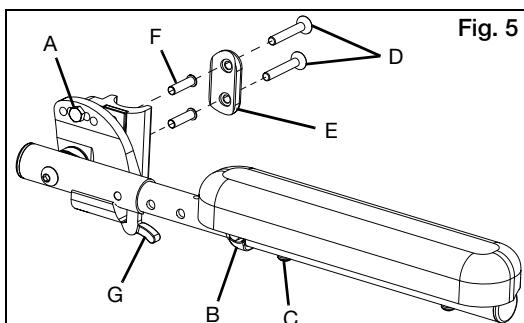

Fig. 5
1. Setee el ángulo del apoyabrazos de acuerdo con sus preferencias. Existen cinco orificios que pueden ser utilizados para setear el ángulo (Fig. 5:A). Ajuste el tornillo una vez seteado el ángulo.
2. Setee el largo del apoyabrazos de acuerdo con sus preferencias. Para ajustar el largo, retire los tornillos y arandela (Fig. 5:B) en el tubo y el tornillo (Fig. 5:C) que se halla más cerca de la parte posterior de la silla. Deslice el apoyabrazos al largo deseado disponible según los orificios y vuelva a instalar los tornillos.
3. Setee la altura del apoyabrazos en la silla de acuerdo con sus preferencias. Existen cuatro orificios en el apoyabrazos que permiten dos seteos de altura diferentes para cada set de orificios en el tubo posterior. Utilice los orificios que proveen la altura correcta para cada usuario. Los dos tornillos (Fig. 5:D) pasan a través de la arandela (Fig. 5:E), mangas (Fig. 5:F), tubos posteriores y dentro del apoyabrazos.
1. Presione la palanca de extracción (Fig. 5:G) para extraer el apoyabrazos y abatirlo hacia arriba. Para regresar el apoyabrazos a su posición operativa, presione el apoyabrazos hacia abajo hasta que la palanca se trabe en su sitio con un click.